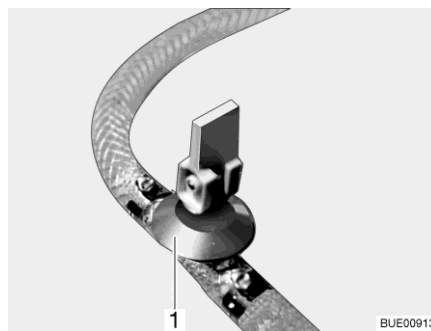

Bild 150 Avtappningskran (med vipparm)
- Stäng alla avtappningskranar. Ställ vipparmens avtappningsventil (Bild 150,1) vågrätt.